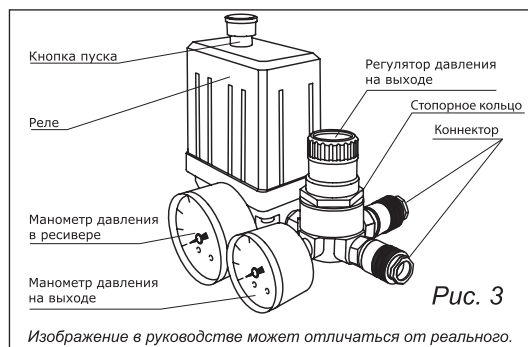

Рис. 3
6. Переведите выключатель на регуляторе давления в положение включено (рис. 3).
Компрессор оборудован встроенным регулятором давления, для регулировки давления необходимо ослабить стопорное кольцо (рис. 3). путем вращения рукоятки редуктра установить необходимое давление. Поворот против часовой стрелки – давление уменьшается, поворот по часовой стрелке – давление повышается.